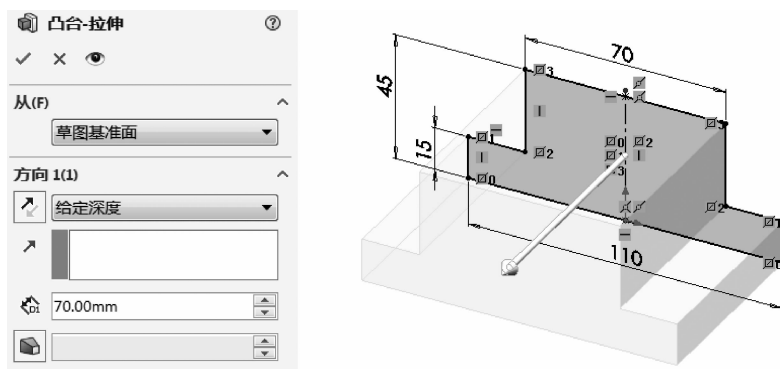

图 1-23 【凸台-拉伸】属性管理器
(5)选用特征。调出【特征】工具栏，单击【拉伸凸台/基体】按钮, 出现【凸台-拉伸】属性管理器，在【方向 1(1)】下拉列表框中选择【给定深度】，在【深度】文本框中输入“70mm”，单击【确定】按钮, 如图 1-23 所示。